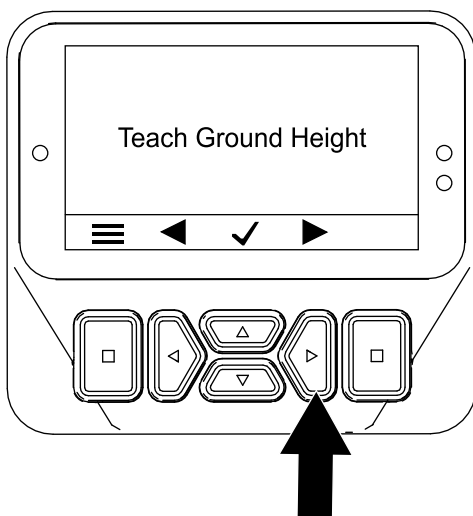

Figura 46
3. Prima o botão direito duas vezes para mostrar o ecrã que permite calibrar a altura dos dentes em relação ao solo (Figura 46).